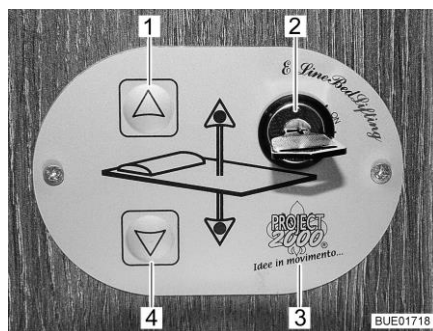

Bild 95 Kontrollenhet
Med knapparna (Bild 95,1 och 4) på kontrollenheten (Bild 95,3) sänks och lyfts den höjbara sängen. Med nyckelbrytaren (Bild 95,2) säkras kontrollenheten mot obehörig användning.
- Vrid nyckeln i nyckelbrytaren (Bild 95,2) 90° medurs på ställningen "On". Kontrollenheten (Bild 95,3) är aktiverad.
- Tryck på pilknappen (Bild 95,4) och håll den så länge intryckt till den höjbara sängen sänks ned till önskad position.
- Tryck på pilknappen (Bild 95,1) och håll den så länge intryckt till den höjbara sängen lyfts fram till gränsställningen.